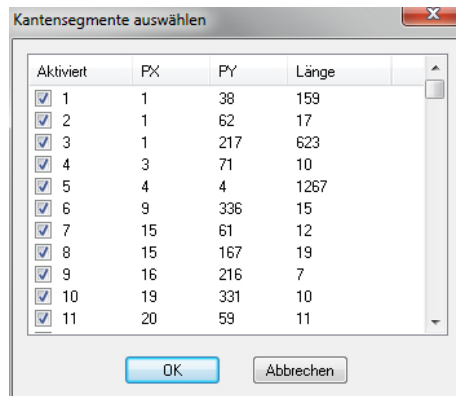

Abb. 121: Dialog Kantensegmente auswählen
4. Setzen Sie im sich öffnenden Dialog (siehe *"Abb. 121: Dialog Kantensegmente auswählen"*) ein Häkchen bei den Kanten, welche zur Erkennung des Musters eingelernt werden sollen. Orientieren Sie sich dabei an den roten Markierungen der Kanten im Monitorfenster. Wird beim Einlernen des Musters nur eine Kante gefunden, wird diese automatisch ausgewählt und der Dialog wird gar nicht erst eingeblendet.